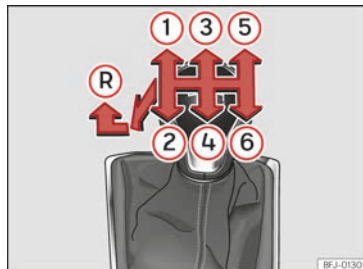

Abb. 123 Schaltschema eines 6-Gang-Schaltgetriebes.
Auf dem Schalthebel sind die Positionen der einzelnen Fahrgänge dargestellt »» (Abb. 123).
nach links und dann nach vorn in die Rückwärtsgangposition schieben »» (Abb. 123) (R).